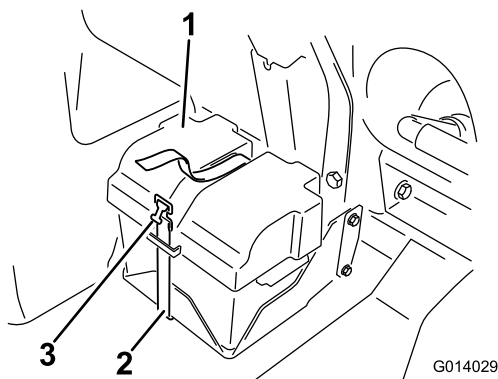

図 94
2. バッテリーについているカバーを外し、バッテリーのマイナス黒端子からケーブルを外す 図 94。
4. バッテリーカバーを取り付け、先ほど取り外したストラップで固定する 図 94。